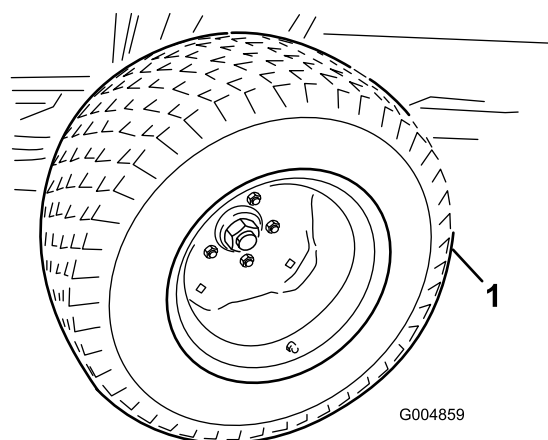

Figura 109
31. Com a estrutura de inverno contra a estrutura traseira, levante o apoio de solo o suficiente para retirar os pneus de condução de verão (Figura 109).